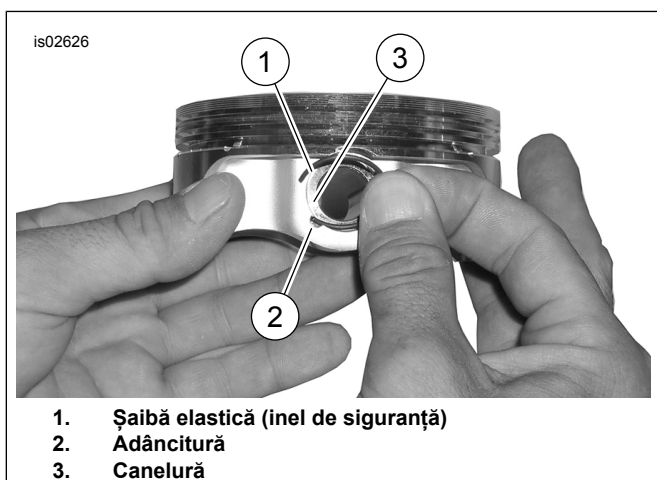

Figura 3. Șaibă elastică și piston
1. Consultați Figura 3 . Introduceți capătul deschis al șaibei elastice (1) în creștătura (2) de pe canelura (3) din jurul pinului pistonului, astfel ca decalajul să fie la poziția dreaptă în sus sau dreaptă în jos atunci când este montată.